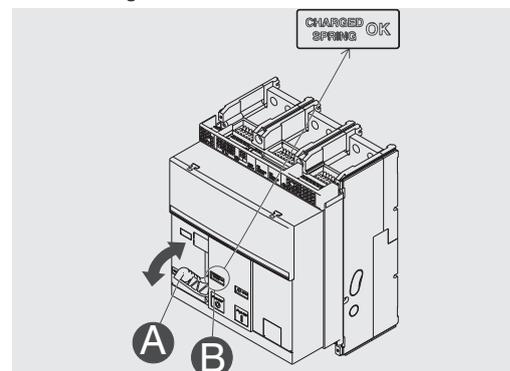

Abbildung 19
2. Spannen der Federn - Den Hebel [A] mehrmals nach unten ziehen, bis die Anzeige Federn gespannt [B] auf "gelb - CHARGED SPRING" steht, so wie in Abbildung 19.